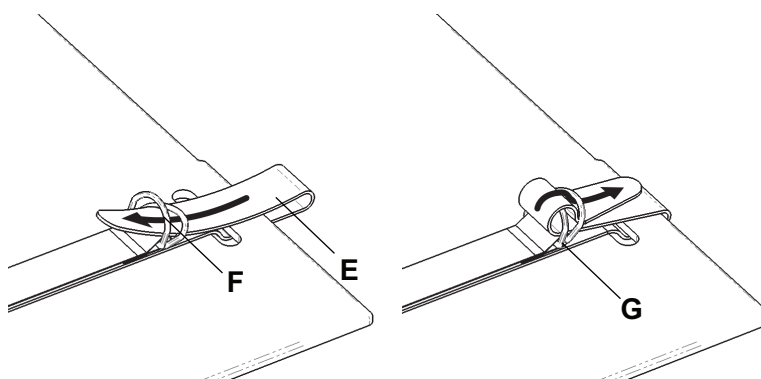
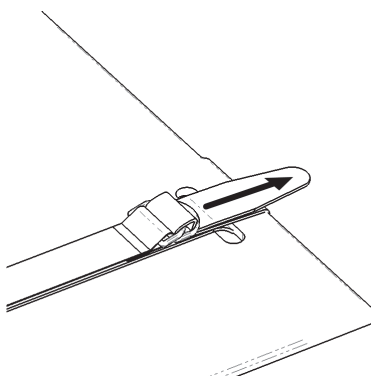

Figura 3 – Cinghia di ancoraggio
Figura 4 – Tensionamento della cinghia di ancoraggio
9. Infilare la cinghia di ancoraggio (E) negli anelli a D (F) (Figura 3).
10. Far passare la cinghia di ancoraggio tra gli anelli a D (G) (Figura 3). Tirare la cinghia di ancoraggio finché non è ben salda (Figura 4).